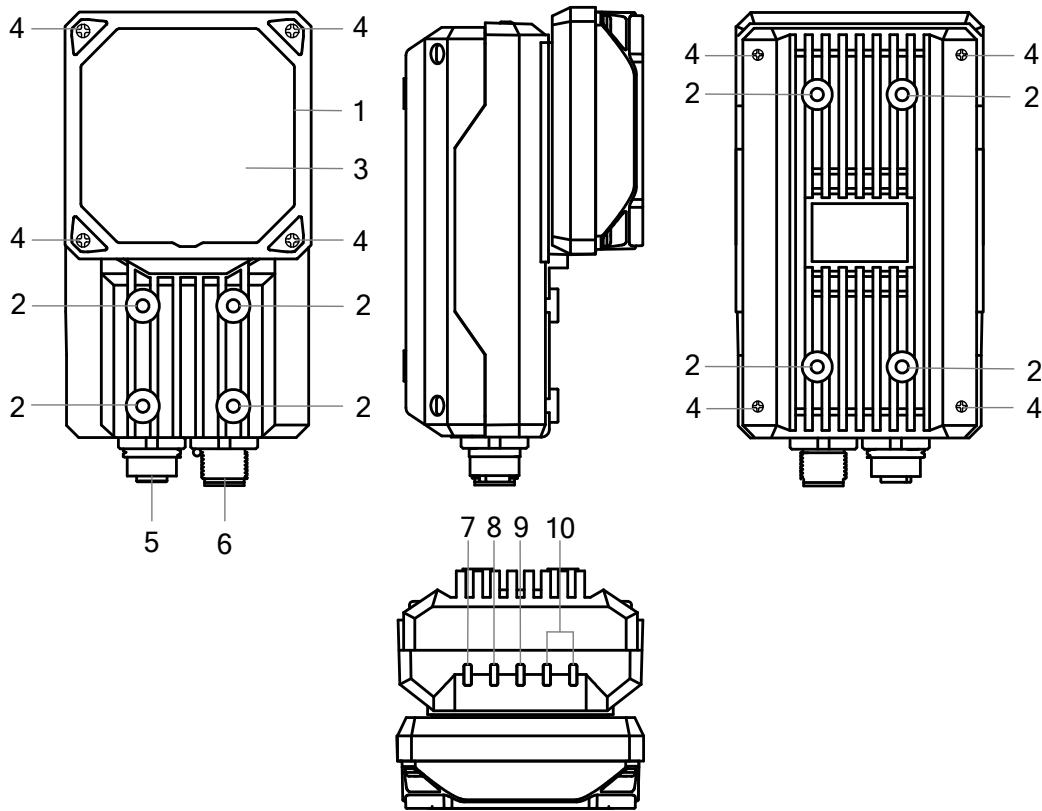

图1-2 自带六路光源、机械调焦镜头设备外观
- 设备自带六路光源，自带机械调焦镜头，外观如图 1-2 所示。